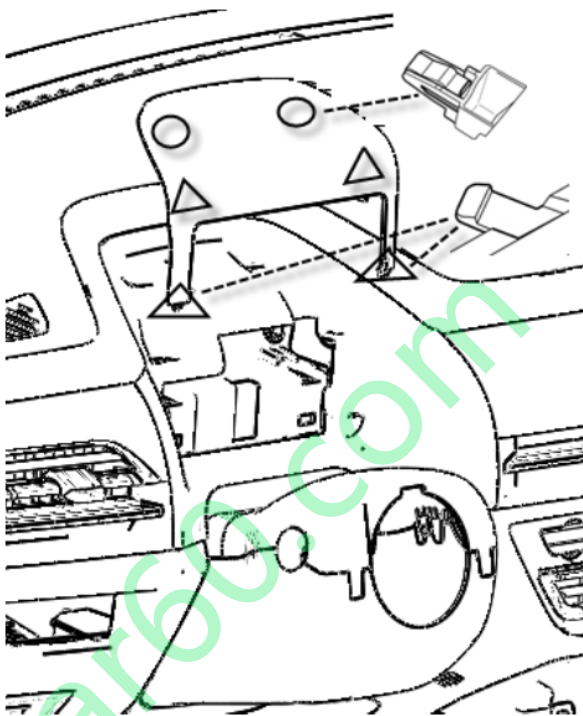

图 1.5.5 组合仪表罩上饰板
(1) 用缠有柔性胶带的一字螺丝刀在 A/B 两点从 X 方向撬开各卡扣卡脚, 如上图 1.5.5(2) 所示。(2) 用手抓住组合仪表罩两侧, 沿箭头方向缓慢拔该零件直至装配处结构都脱开